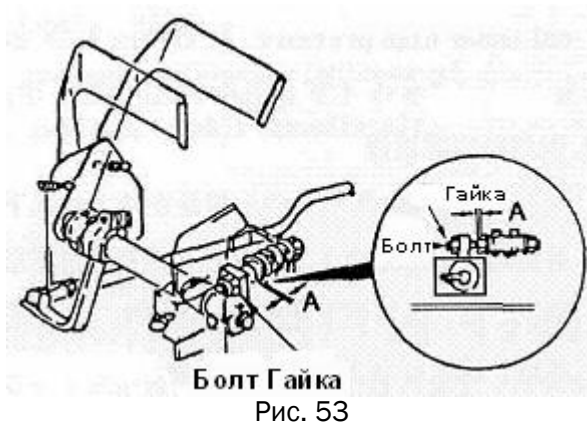

Рис. 53
2. Отрегулировать педаль замедлителя (Рис. 53).